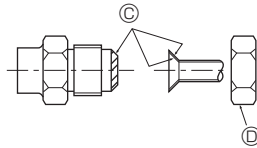

Fig. 4-1
- Aplique una capa delgada de aceite refrigerante a la superficie tubo y de la junta de asiento antes de apretar la tuerca de abocardado. Ⓐ (Fig.4-1)
- Utilice dos llaves de apriete para apretar las conexiones de los tubos. Ⓑ (Fig.4-1)
- Aplique aceite refrigerante para máquinas en toda la superficie abocinada. Ⓒ (Fig.4-1)
- Utilice las tuercas abocardadas para el siguiente tamaño de tubería. Ⓓ (Fig.4-1)
Ⓐ (Fig. 4-1)
Ⓑ (Fig. 4-1)